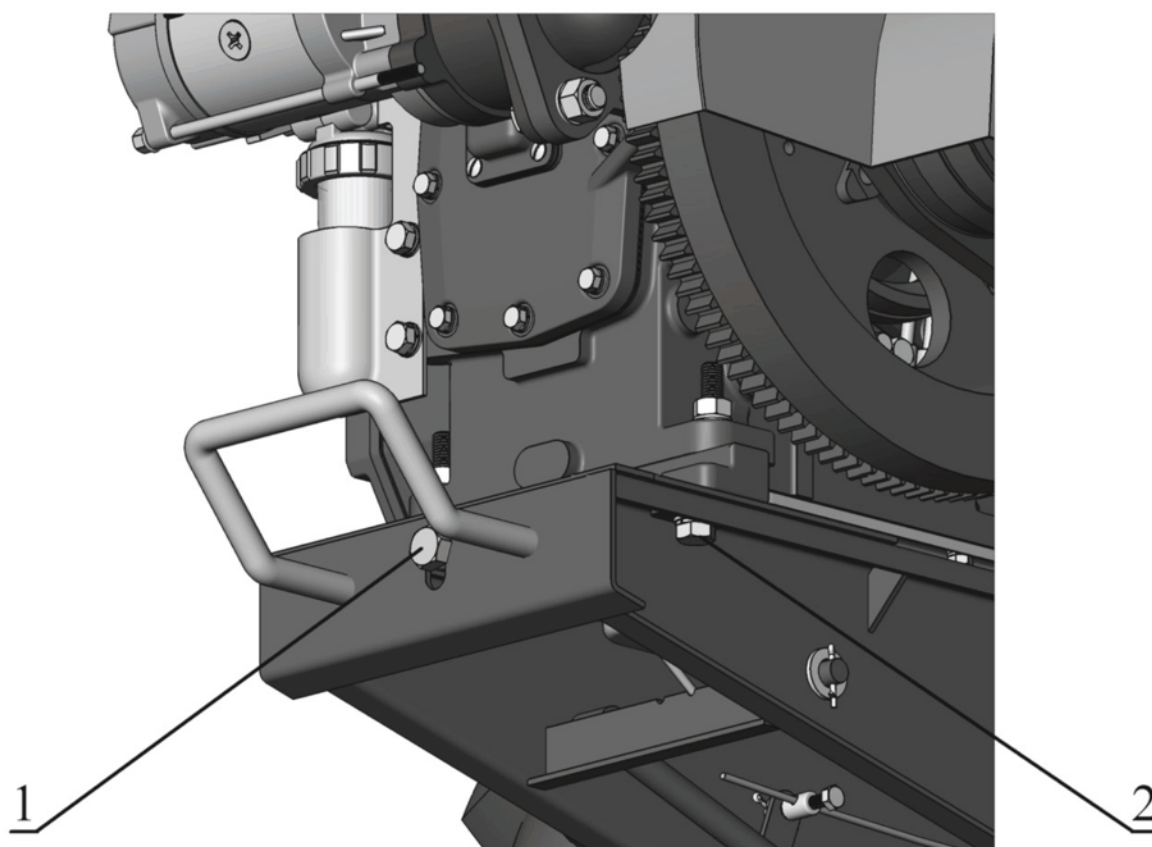

Рис. 15. Регулировка натяжения приводных ремней.
Способ регулировки (рис. 15). Отверните четыре болта (2) под рамой и, проворачивая регулировочный болт (1), отрегулируйте положение двигателя. После того как натяжение ремней будет доведено до требуемого уровня, затяните болты (2).